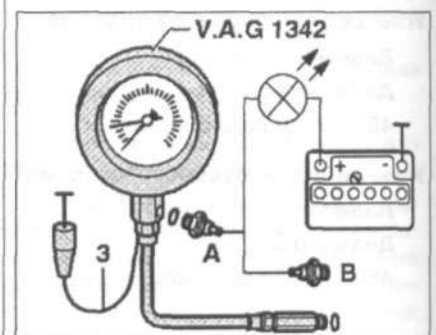

Рис. 6.39. Проверка давления масла и датчика давления.
1. Выкрутите датчик давления (0.25 бар, синий) и вкрутите его в тестер (рис. 6.39).